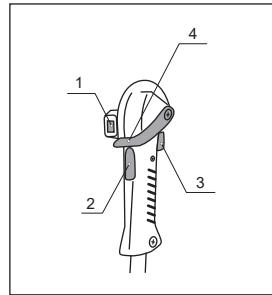

Рис. 13
5. Убедитесь, что выключатель зажигания, расположенный на рукоятке управления 1 (рис. 13), находится в положении ON/1.
2. Убедитесь, что выключатель зажигания, расположенный на рукоятке управления 1 (рис. 13), находится в положении ON/1.
Для остановки двигателя отпустите курок газа, переведите двигатель в режим холостого хода и дайте поработать 15–20 с. Затем переведите выключатель зажигания 1 (рис. 13) в положение OFF/0.
Триммер можно использовать в двух режимах работы: режим полного газа и режим частичных нагрузок. Для использования в режиме полного газа, удерживая блокиратор 2 (рис. 13), нажмите на курок газа 3 (рис. 13).
Для использования в режиме частичных нагрузок, удерживая блокиратор 2 (рис. 13), установите фиксатор оборотов 4 (рис. 13) в нужное положение. Крайнее верхнее положение соответствует максимальным оборотам двигателя, крайнее нижнее положение соответствует холостым оборотам.